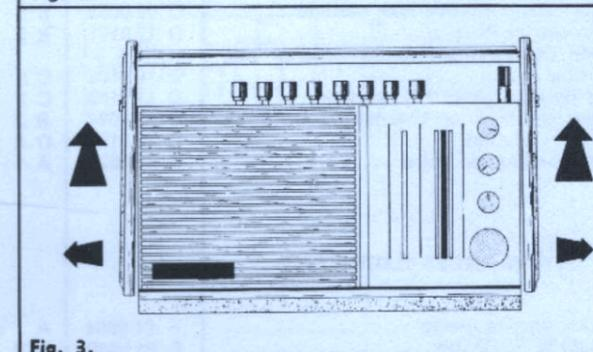

Fig. 3.
- 7) Dégager et retirer l'ensemble cache-clavier et côtés gauche/droit (fig. 3).